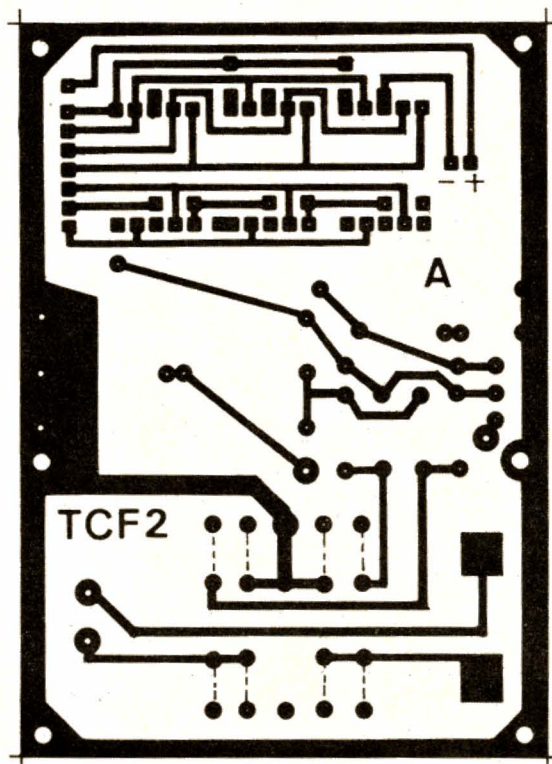

Fig. 4. - Circuit imprimé A.
3. Les circuits imprimés (fig. 4 et 5)